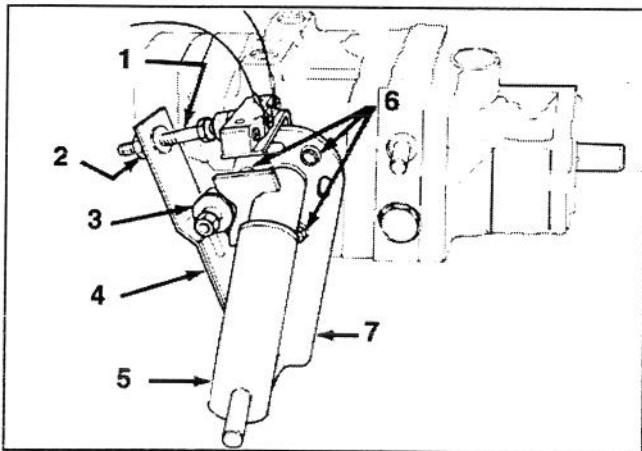

Bild 38
1. Das Fahrzeug auf einer ebenen Fläche und den Motor abstellen. Die Feststellbremse aktivieren, den Sitz vorwärts kippen und den Pumphebel aktivieren (Bild 38) um sicherzustellen, daß die Baugruppe richtig sitzt und genügend Bewegungsfreiheit hat. Alle Diskrepanzen beseitigen.
6. Wenn sich das Rad dreht, muß die Pumpenplatte eingestellt werden. Vor einer Einstellung der Pumpenplatte, den Gashebel auf LANGSAM stellen. Wenn sich das Rad vorwärts dreht, die Sechskantschrauben lockern und die Unterseite der Pumpenplatte leicht im Gegenuhrzeigersinn anklopfen (Bild 38). Dagegen bei einer Rückwärtsdrehung des Rads die Pumpenplatte im Uhrzeigersinn anklopfen (Bild 38). Sobald sich das Rad nicht mehr dreht, die Sechskantschrauben festziehen, mit denen die Pumpenplatte an der Getriebeseite befestigt wird. Die Einstellung mit Gashebel auf LANGSAM und SCHNELL nachprüfen.
- A. Ein Kugellager ist locker oder abgenutzt (Bild 38).
- F. Schwache oder defekte Blattfedern (Bild 38).
2. Den Pumphebel aktivieren (Bild 38) um sicherzustellen, daß sich alle Teile frei bewegen lassen und richtig einsitzen.
3. Die Klemmutter lockern. Die Schaltereinstellschraube (Bild 38) soweit drehen, bis sich zwischen der Oberseite der Schraube und dem Schaltertaster ein Abstand ergibt.